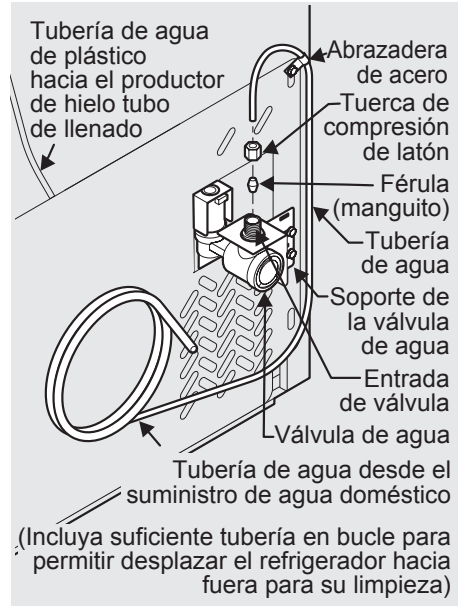

Figura 1
4. Si usa tuberías de cobre: deslice la tuerca de compresión de latón y luego la férula (manguito) en la tubería de suministro de agua. Empuje la tubería de suministro de agua hacia dentro de la entrada de la válvula de agua lo más posible ( $\frac{1}{4}$  de pulgada/6,4 mm). Deslice la férula (manguito) en la entrada de la válvula y apriete manualmente la tuerca de compresión en la válvula. Apriete otra media vuelta con una llave; NO apriete en exceso. Consulte la Figura 1.
Si usa tuberías de acero inoxidable: la tuerca y la férula ya están armadas en la tubería. Deslice la tuerca de compresión hacia dentro de la entrada de la válvula y apriete manualmente la tuerca de compresión sobre la válvula. Apriete otra media vuelta con una llave; NO apriete en exceso. Consulte la Figura 1.